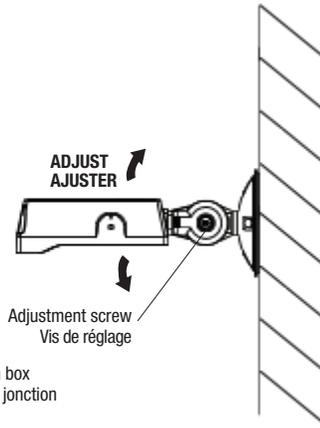

Fig. 2.3
6. Adjust the luminaire to set the desired light angle (Fig. 2.3):
6. Ajuster le luminaire afin de choisir la direction de la lumière souhaité (Fig. 2.3) :